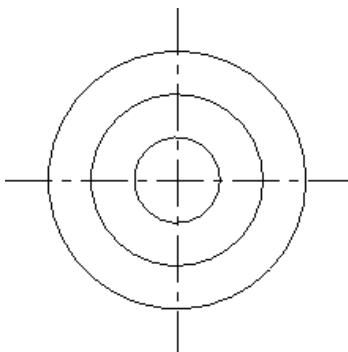

图4-72 单体补正
- 03 根据系统提示，在选取圆的内侧单击鼠标左键，指定补正的方向，结果如图4-72所示。